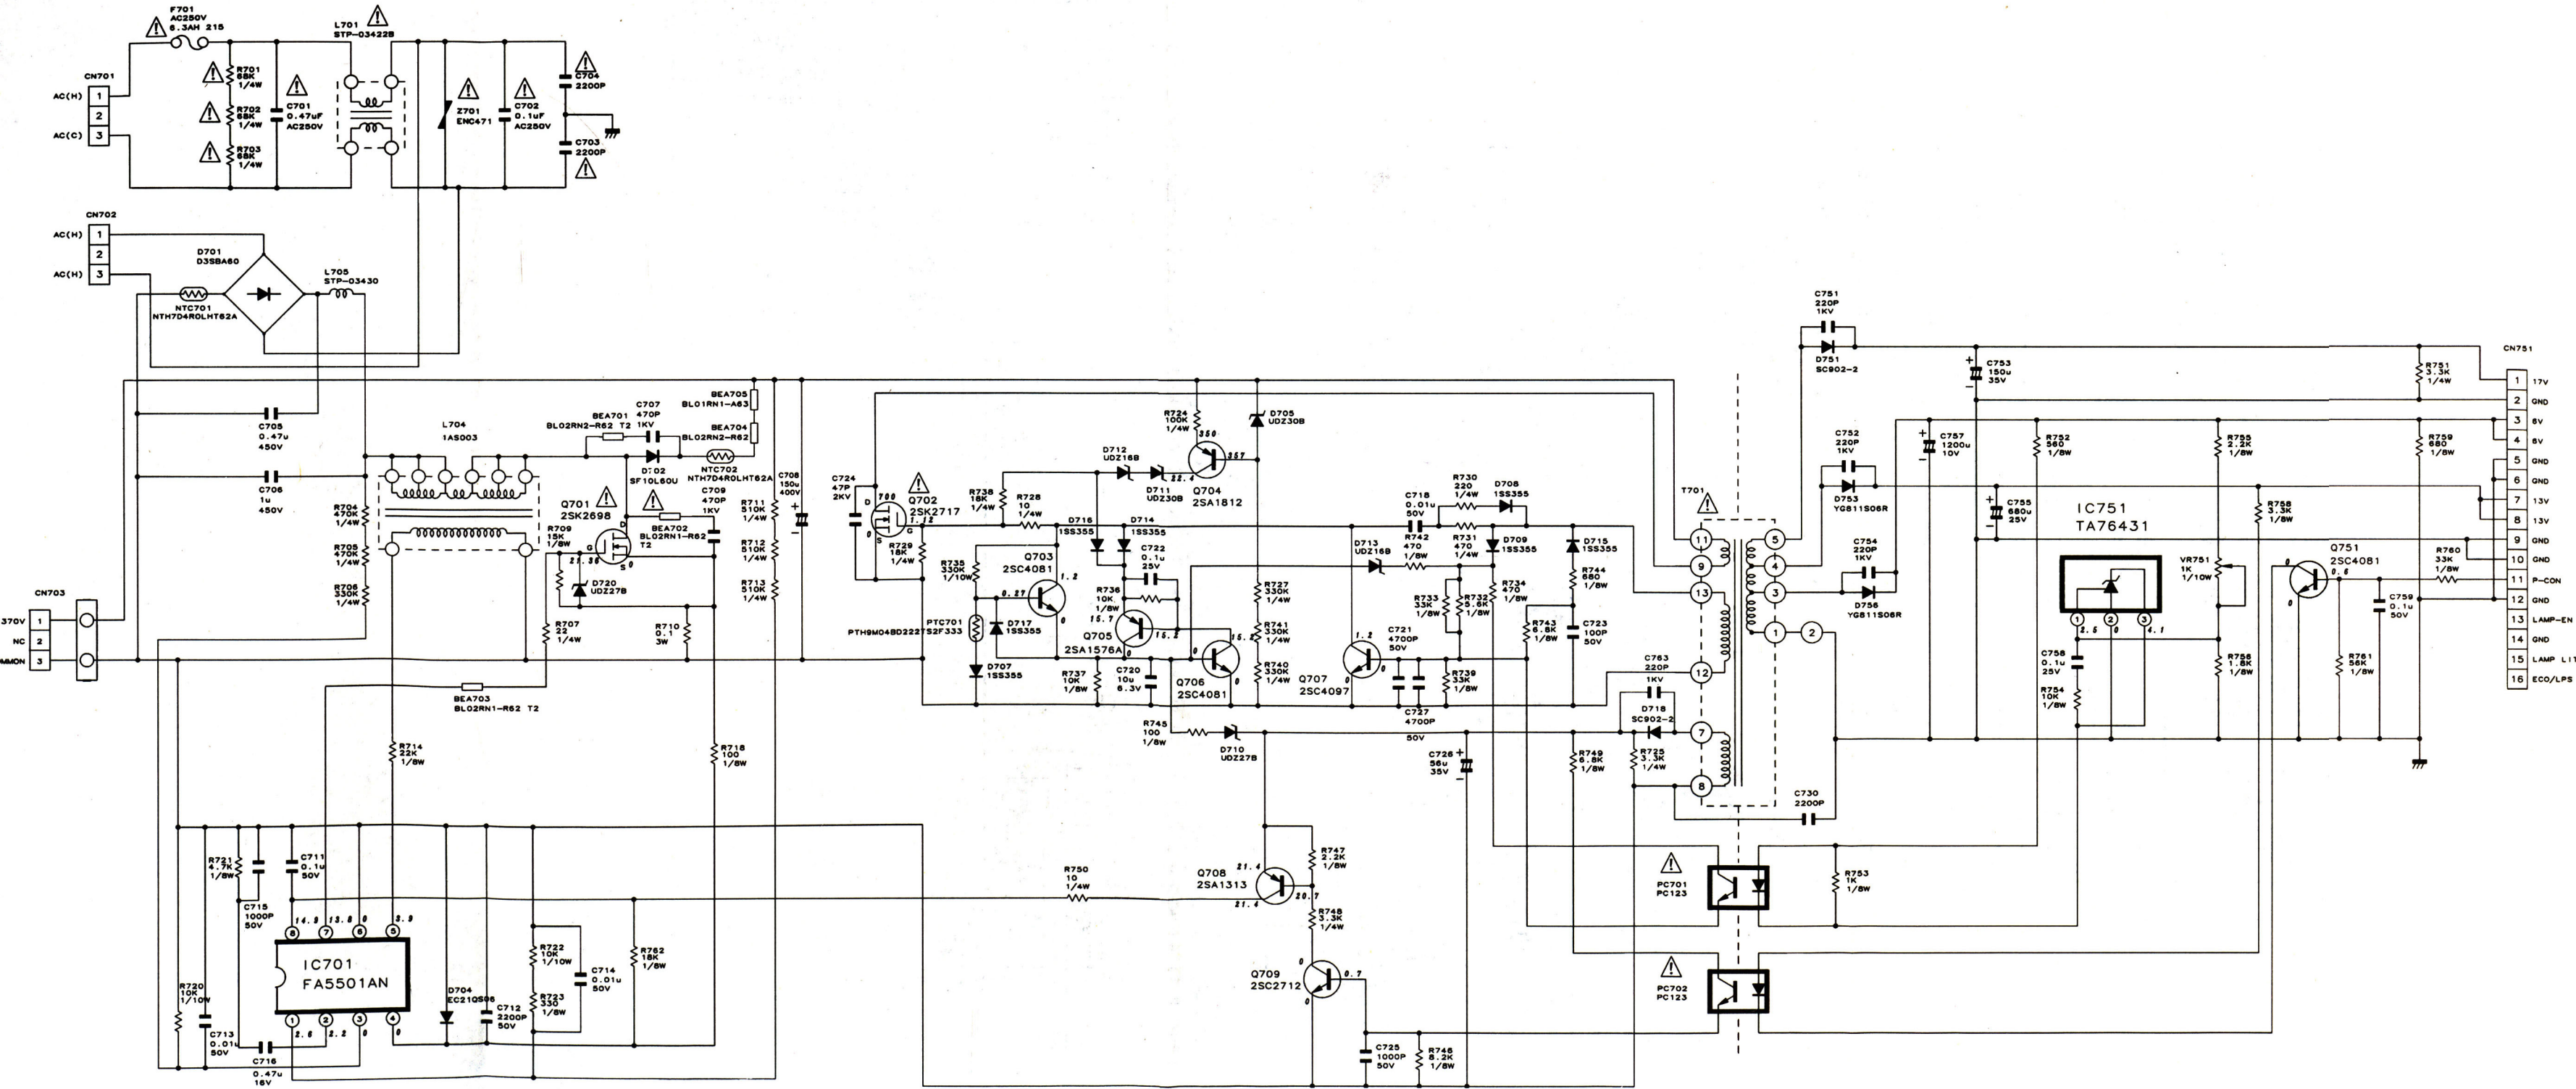

图 6-2 联想 TL460 型投影仪电源电路参考图
2. 联想 TL460 型投影仪电源电路参考图 (见图 6-2)